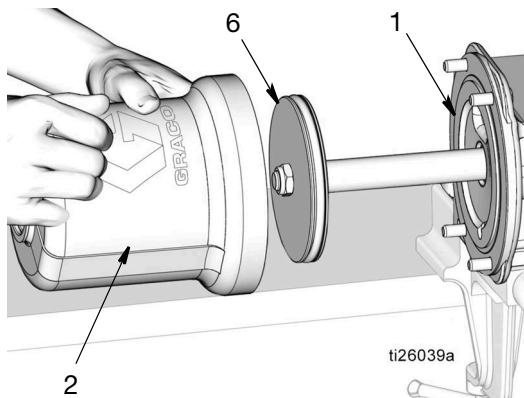

FIG. 52
- a. Utiliser un chiffon propre pour essuyer l'intérieur du vérin pneumatique (2) et supprimer toute saleté ou tout contaminant.
- b. Appliquer une légère couche de graisse sur les surfaces intérieures du vérin pneumatique (2). Faire glisser le vérin pneumatique (2) sur le piston (6) et le pousser jusqu'à ce qu'il soit en butée sur la base de la pompe (1). Voir FIG. 52.